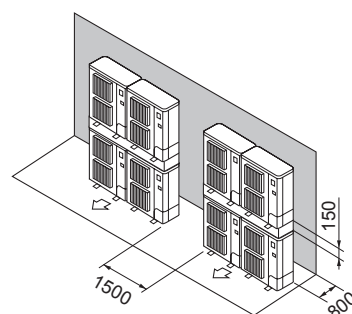

Fig. 2-18
- ⑦ Vieno ant kito sukrautų įrenginių (Fig. 2-18)